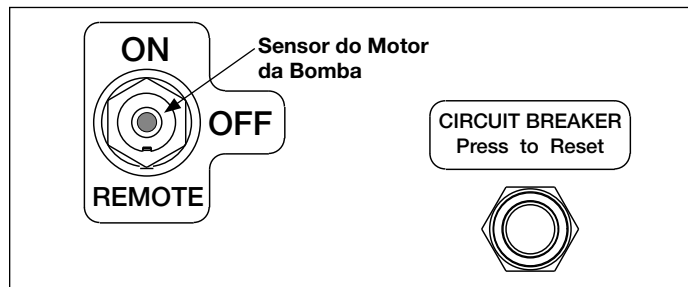

Figura 9, Painel de Controle da Bomba
5.2 Sensor do Motor da Bomba (Ver Figura 9)